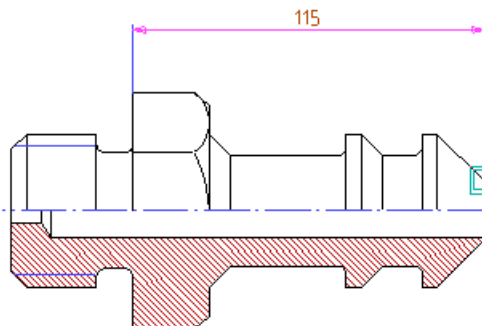

Рисунок 1.16 – Третій етап створення параметричної моделі
3. Для несиметричної зміни розміру щодо лівої виносної лінії натисніть середню кнопку миші або <Esc> на клавіатурі. Підсвітиться друга виносна лінія (рис. 1.16).